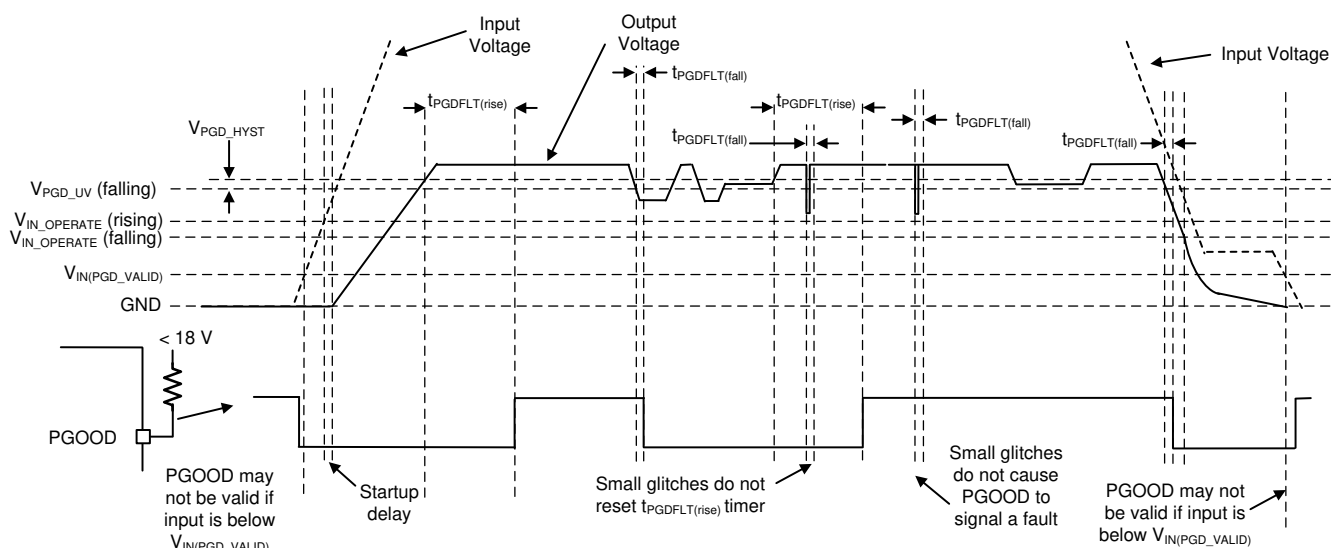

図 7-13. PGOOD のタイミング図 (OV イベントを除く)
ディスクリートのリセット デバイスを置き換えるために PGOOD 機能が実装されているため、部品点数とコストを低減できます。帰還 (FB) 電圧が、規定された PGOOD スレッシュホールドの範囲外になると、PGOOD 電圧は Low に遷移します (図 6-8 参照)。この遷移は、電流制限中、サーマル シャットダウン中、ディセーブル中、通常の起動中に発生する可能性があります。グリッチ フィルタは、出力電圧の短時間の変動 (ラインおよび負荷過渡時など) に対するフラグの誤動作を防止します。tPGDFLT(fall) よりも短い出力電圧変動では、PGOOD フラグは立ちません。PGOOD 動作について深く理解するには、図 7-13 を参照してください。